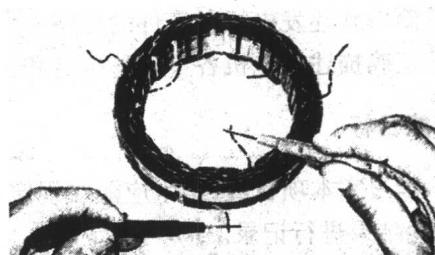

图 1-17 测量电枢 2 根相近导线之间的电阻值
(1)用万用表 R × 1 挡测量电枢 2 根相近导线之间的电阻值,见图 1-17。